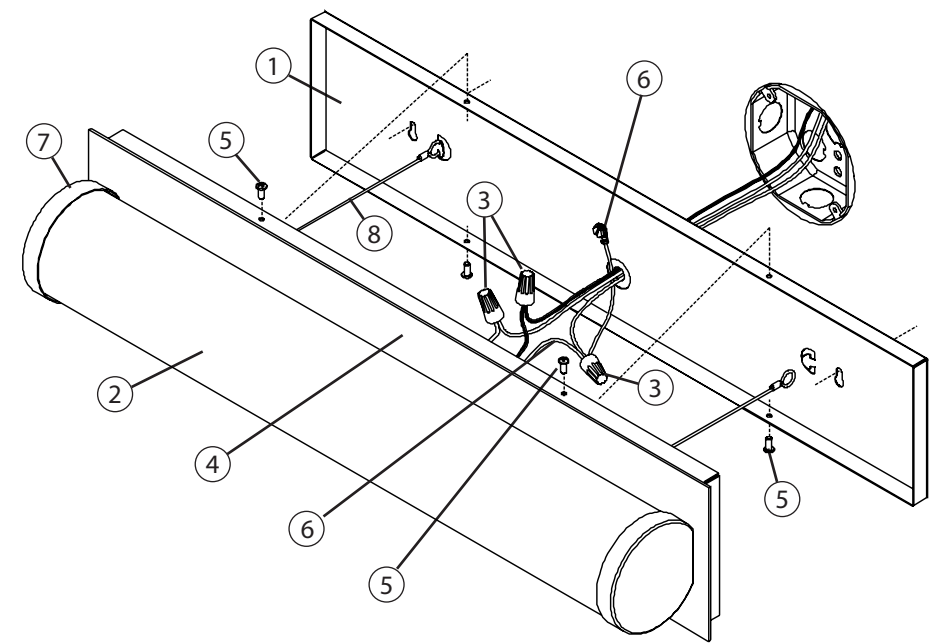
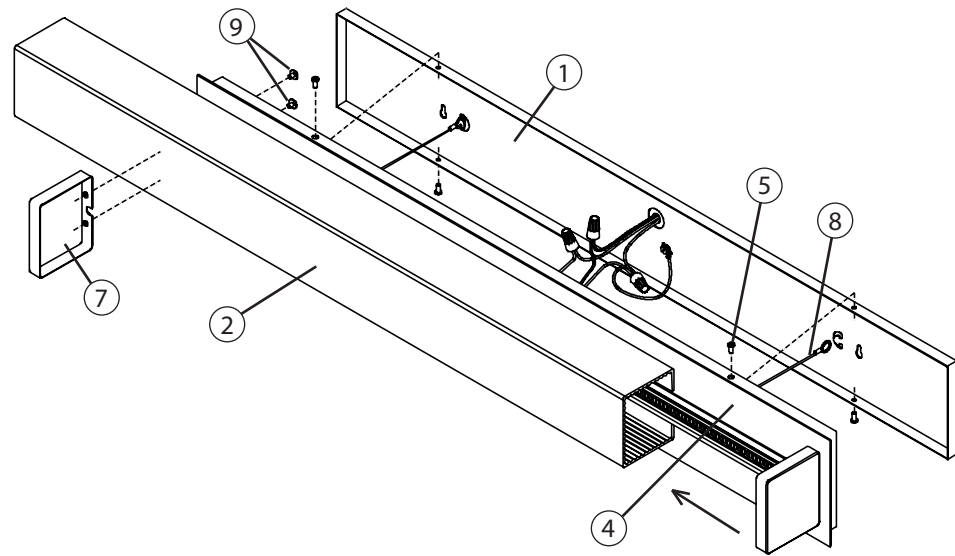

Figure 1
Figure 2
2. Retirer quatre vis à tête cylindrique de 1/4 po (5) et séparer le boîtier d'assemblage (4) de la plaque arrière (1). Voir la figure 1.
3. Débrancher les câbles de fixation des câbles d'alimentation en dévissant les capuchons de connexion (3). Voir la figure 1.
4. Décrocher les câbles d'attache (8) (si inclus) de la plaque arrière (1) et placer le boîtier (4) sur une surface de travail. Voir la figure 1.
5. Accéder à l'arrière du boîtier (4) et retirer les deux vis de montage d'embout (9) de l'un des embouts (7). Faire glisser l'embout (7) hors du diffuseur (2).
6. Retirer le diffuseur (2) endommagé du boîtier (4). Voir figure 2.
7. Faire glisser délicatement le nouveau diffuseur (9) sur l'extrusion le long de la face du boîtier (4) jusqu'à ce que la pointe pénètre dans l'embout (7) attaché. Voir la figure 2.
8. Couvrir l'extrémité exposée du diffuseur (2) avec l'embout (7) restant et aligner les trous de montage. Réinsérer les deux vis de montage d'embout (9) et serrer.
9. Tenir le boîtier d'assemblage (4) à proximité de la plaque arrière (1) puis raccorder les extrémités des câbles d'attache (8) (si inclus) à la plaque arrière (1). Voir la figure 2.
10. Utiliser les capuchons de connexion (3) pour connecter les fils de mise à la terre vert (6) au câble de montage cuivre nu, le câble de montage noir au câble d'alimentation noir et le câble de montage blanc au câble d'alimentation blanc. Voir la figure 1.
11. Sans coincer les câbles, positionner le boîtier d'assemblage (4) sur la plaque arrière (1) avec les trous de montage alignés. Insérer les 4 vis à tête cylindrique (5) et serrer.
2. Remove four 1/4" Pan Head Screws (5) and separate the Housing Assembly (4) from the Backplate (1). See Fig. 1.
3. Disconnect the fixture wires from the supply wires by un-screwing the Wire Nuts (3). See Fig. 1
4. Un-hook the Tether Cables (8) if included, from the Backplate (1) and place the Housing (4) on a work surface. See Fig. 1.
5. Access the rear of the Housing (4) and remove two Endcap Mounting Screws (9) from one of the Endcaps (7). Slide the Endcap (7) off the Diffuser (2).
6. Remove the damaged Diffuser (2) from the Housing (4). See Fig. 2.
7. Carefully slide the new Diffuser (2) onto the extrusion along the face of the Housing (4) until the leading edge enters the attached Endcap (7). See Fig. 2.
8. Cover the exposed end of the Diffuser (2) with the remaining Endcap (7) and align the mounting holes. Re-insert the two Endcap Mounting Screws (9) and tighten.
9. Hold the Housing Assembly (4) near the Backplate (1), then hook the ends of the Tether Cables (8) if included, onto the Backplate (1). See Fig. 2
10. Use Wirenuts (3) to connect the Green Ground Wires (6) to the bare copper ground wire, the black fixture wire to the black power supply wire and the white fixture wire to the white power supply wire. See Fig. 1
11. Without pinching the wires, position the Housing Assembly (4) over the Backplate (1) with the mounting holes aligned. Insert the 4 Pan Head Screws (5) and tighten.
2. Retire cuatro tornillos de cabeza plana de 1/4" (5) y separe el conjunto de la carcasa (4) de la placa posterior (1). Consulte la Fig. 1.
3. Desconecte los cables de la luminaria de los cables de alimentación aflojando los conectores de torsión (3). Consulte la Fig. 1.
4. Desenganche los cables de amarre (8) si se incluyen en la placa posterior (1) y coloque la (4) carcasa en una superficie de trabajo. Consulte la Fig. 1.
5. Acceda a la parte trasera de la carcasa (4) y retire dos tornillos de montaje de tapón (9) de uno de los tapones (7). Deslice el tapón (7) fuera del difusor (2).
7. Deslice con cuidado el nuevo difusor (2) sobre la extrusión a lo largo del lado de la carcasa (4) hasta que el borde de ataque entre en el tapón adjunto (7). Consulte la Fig. 2.
8. Cubra el extremo expuesto del difusor (2) con el tapón restante (7) y alinee los orificios de montaje. Vuelva a insertar los dos tornillos de montaje del tapón (9) y ajuste.
9. Sostenga el conjunto de la carcasa (4) cerca de la placa posterior (1), luego enganche los extremos de los cables de amarre (8), si se incluyen, en la placa posterior (1). Consulte la Fig. 2.
10. Utilice tuercas para cables (3) para conectar los cables verdes de puesta a tierra (6) al cable conductor de tierra de cobre sin recubrimiento, el cable de montaje negro al cable de suministro de energía negro y el cable de montaje blanco al cable de suministro de energía blanco. Consulte la Fig. 1.
11. Sin apretar los cables, coloque el conjunto de la carcasa (4) sobre la placa posterior (1) con los agujeros de montaje alineados. Inserte los 4 tornillos de cabeza plana (5) y ajuste.